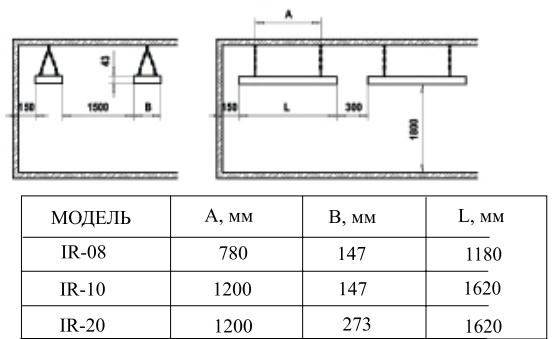

Рис. 1 Схема размещения обогревателя
5.1 Схема инфракрасного обогревателя представлена на рис. 1.
8 Рис.1. Обогреватель инфракрасный.
5.4 Габаритные и установочные размеры обогревателей и минимальные расстояния при установке приведены на рис.1 Приложения.
6.4 Комплект монтажных деталей находится внутри обогревателя под съемной крышкой 4 (см. рис.1). В комплект входят две цепи (11 звеньев для обогревателей IR -0.8, IR -1.0 и 15 звеньев на IR -2.0) и четыре карабина.